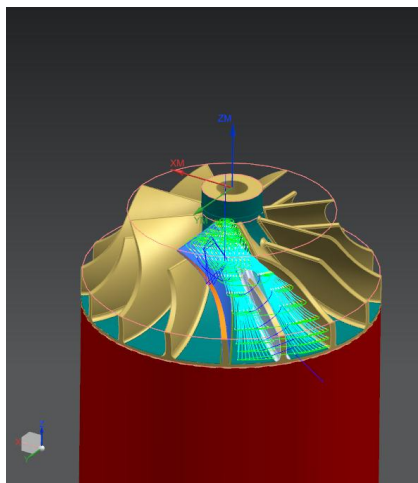

Рисунок 3.24 – Область обработки
- Верхняя часть ступицы не обработана. Требуется продолжить траекторию инструмента, чтобы обработать данную область (рисунок 3.24).